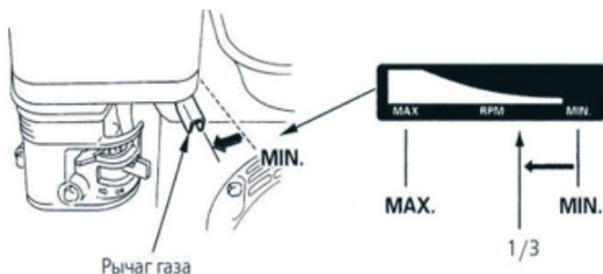

Рис. 15
5. Немного передвиньте влево рычаг газа. (см. рис. 15)